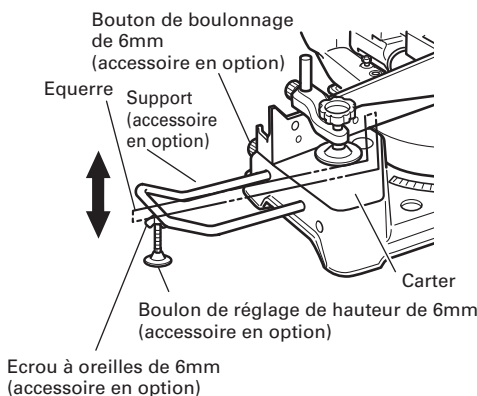

Fig. 13
- (1) Comme indiqué à la Fig. 13, utiliser une équerre en acier pour aligner le bord supérieur des supports sur la surface du socle. Desserrer l'écrou à oreilles de 6mm. Tourner un boulon de réglage de hauteur de 6mm, et régler la hauteur du support.
- (2) Desserrer l'écrou à oreilles de 6mm. Tourner le boulon de 6mm de réglage de hauteur et régler la hauteur du support. Après l'alignement, fixer les supports avec les boutons de boulonnage de 6mm (accessoires en option).